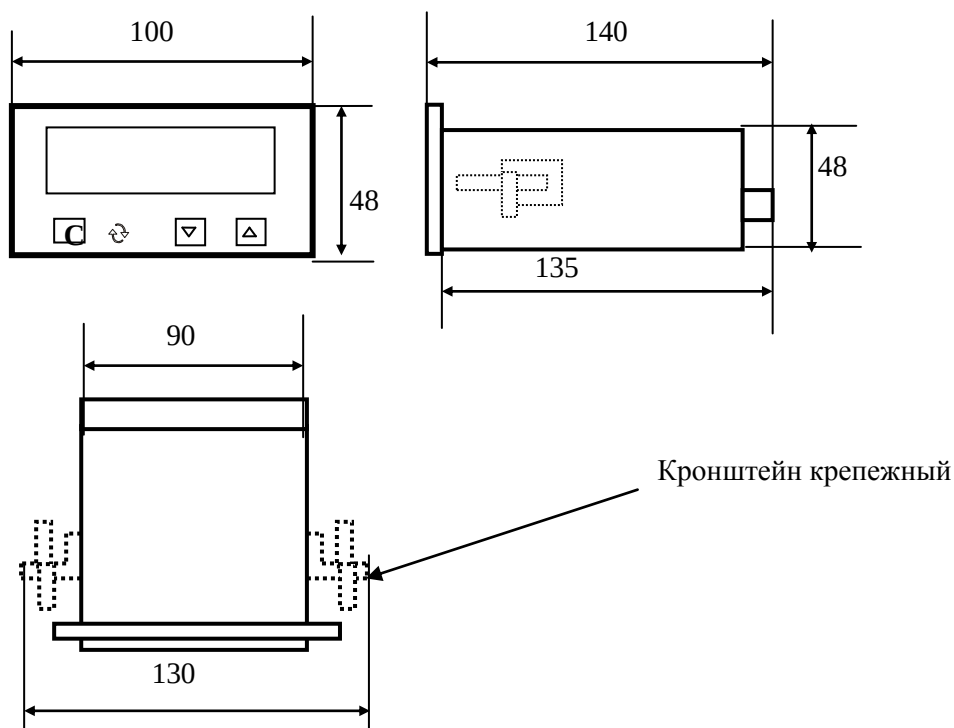

Рисунок 1
1.2.14. Габаритные размеры прибора: 48x100x140 мм. (Рис.1)
1.4.2. На задней панели прибора(рис.1а) расположены разъемы для подключения к внешним устройствам.
Рис.1а. Задняя панель прибора.